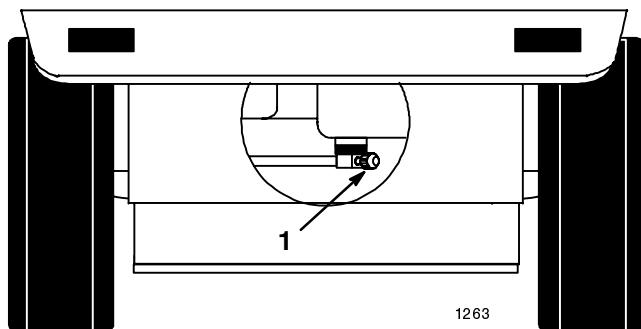

Bild 29
2. Schliessen Sie den Kraftstoffhahn unter dem Kraftstofftank (Bild 29).
7. Öffnen Sie den Kraftstoffhahn unter dem Kraftstofftank (Bild 29).